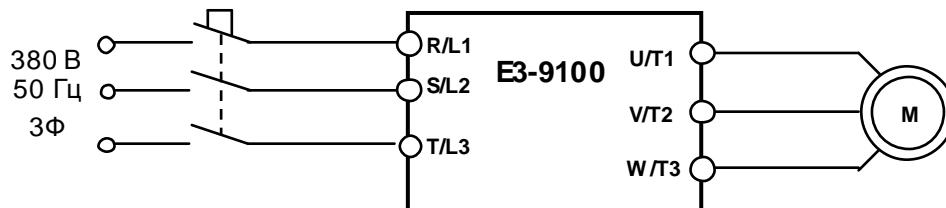

Рис.4.18
- 4.14.1. Подключить электродвигатель к выходным клеммам **U/T1, V/T2, W/T3** (рис.4.18). Подать питание 380В, 50Гц, 3Ф.